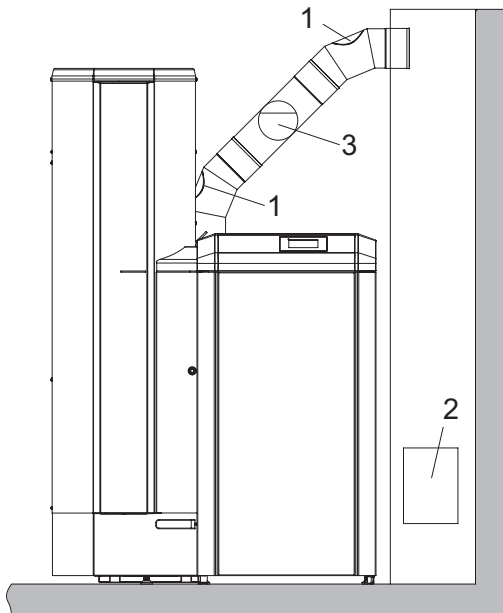

Fig. 76 Reinigungsöffnungen im Abgasrohr – Ansicht von vorne, (Skizze ohne Abgasrohr-Isolierung)
- ▶ Abgasrohr (Verbindungsrohr zwischen Pelletskessel und Kamin) bei der Reinigungsöffnung reinigen/aussaugen – Fig. 76.